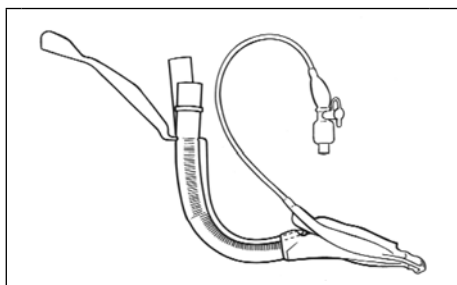

Figure 3 : LMA ProSeal™ avec LMA ProSeal™ Introducer placé.
- Une lanière pour LMA ProSeal™ Introducer, qui convient également pour placer l'index ou le pouce lors de l'insertion manuelle (Figure 3).